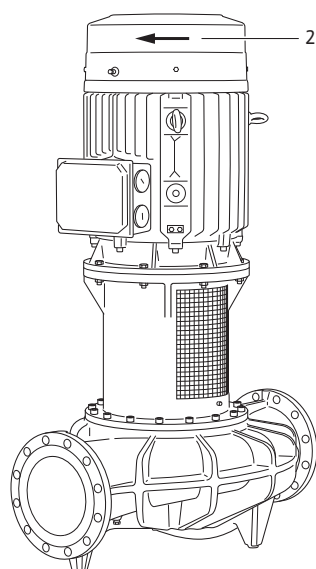

Fig. 37: Draairichting controleren
- Door kort inschakelen controleren of de draairichting van de pomp overeenkomt met de pijl op de ventilatorkap (zie afb. 37, pos. 2). Bij onjuiste draairichting dient u als volgt te werk te gaan: